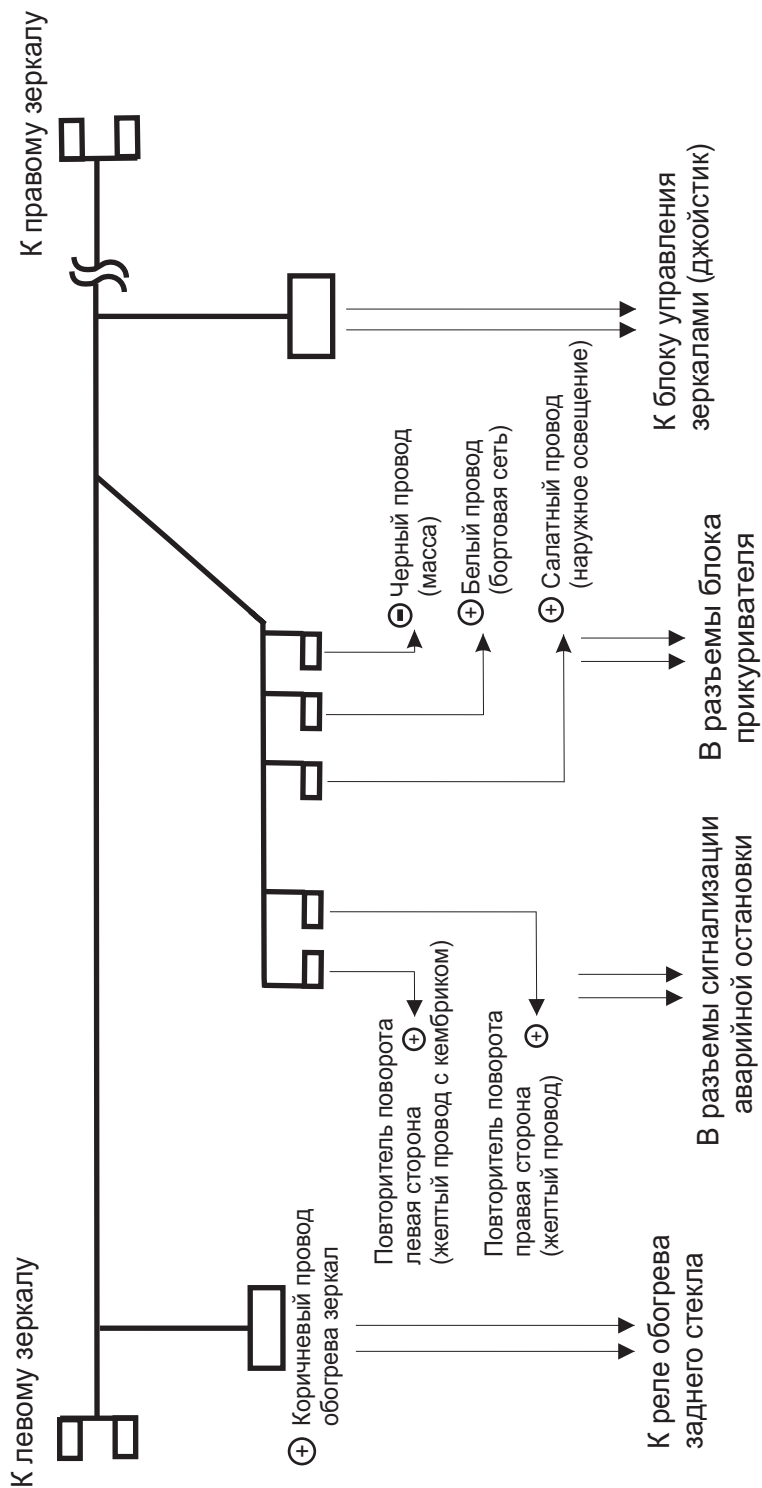

Рис. 1
5.1. Подключение зеркал производить согласно монтажной схеме Рис. 1.